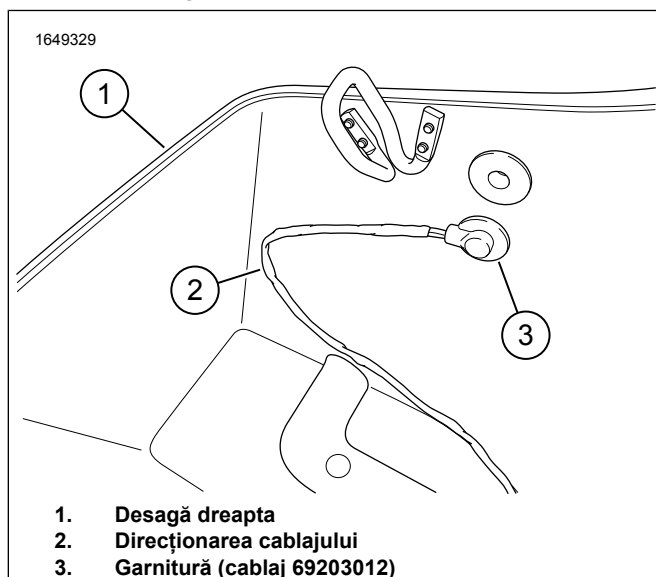

Figura 17. Traseul cablajului pentru desaga din dreapta
- a. A se vedea figura 17. Rotiți garnitura până când se realizează direcționarea adecvată a cablajului.